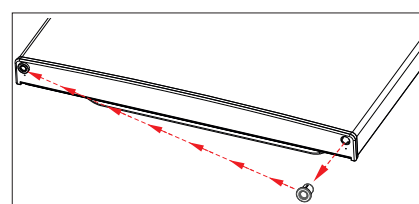

Fig. 10
- Cambie el casquillo de bisagra de la parte inferior de la puerta del congelador igualmente al lado izquierdo (fig. 10).